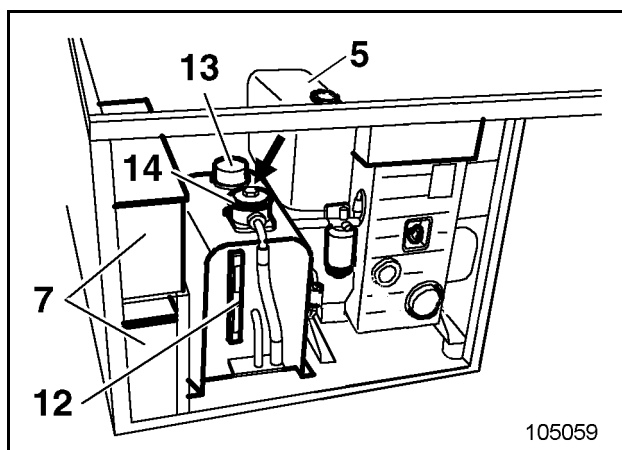

Fig. 3-146:
- Nach jedem Arbeitseinsatz Kraftstofftank über den Einfüllstutzen (5, Fig. 3-146:) befüllen.
- Regelmäßig Batterien (7) und Kabelanschlüsse prüfen.
- Vor jedem Arbeitseinsatz den Hydraulikölstand am Füllstandsrohr (12, Fig. 3-146:) überprüfen; ggf. Hydrauliköl nachfüllen.
- Regelmäßig am Verschmutzungsanzeiger (Pfeil, Fig. 3-146:) die Verschmutzung des Hydraulikölfilters überprüfen.
- Regelmäßig, spätestens jährlich: Hydraulikölfilter (14) und Belüftungsfilter (13) wechseln.